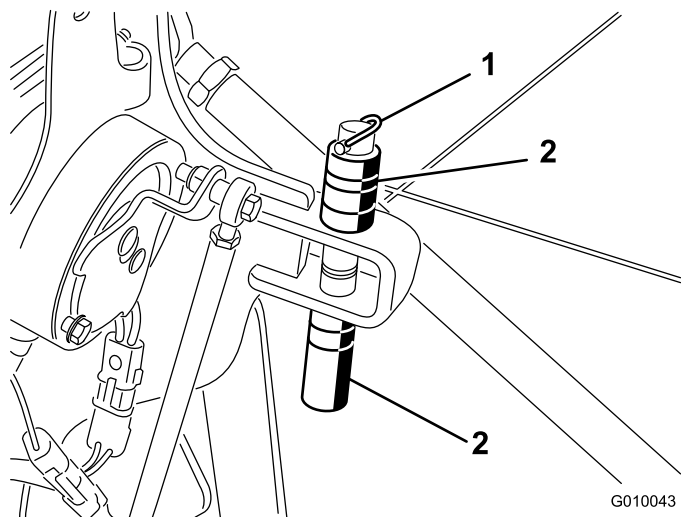

Bild 28
- Entfernen Sie den Klappstecker, mit dem die Distanzstücke und die Tiefenstifte befestigt sind (Bild 28).